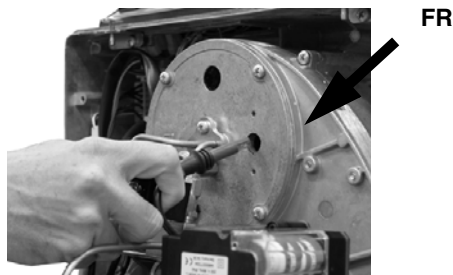

Fig. 42
- Scoateți celula fotoelectrică **FR** din locul ei (Fig.42).